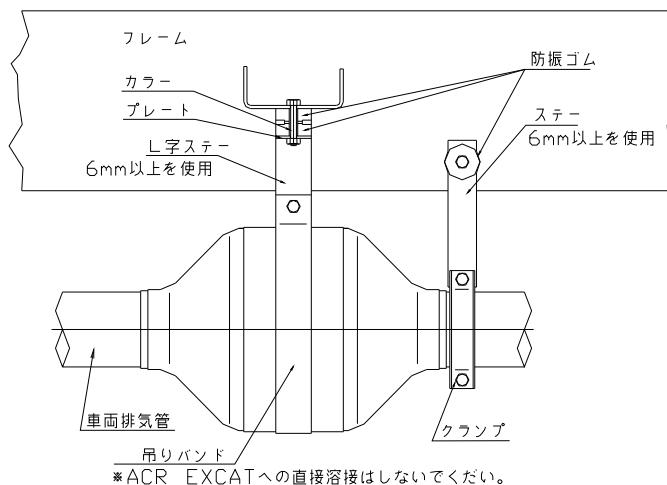

図9
- 純正排気管が車両横出しの場合、テールパイプの吊りを利用し、図9の様に搭載すること。